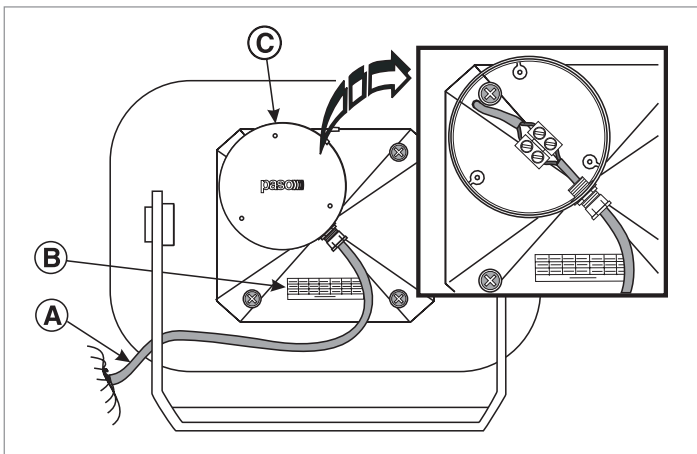

Fig. 1
- Collegare le terminazioni del cavo uscente dal diffusore [A] alla linea di distribuzione riferendosi all'apposita tabella [B] apposta sul retro della tromba (Fig. 1). Si raccomanda di tagliare o isolare opportunamente le terminazioni non utilizzate.
NOTA: è possibile utilizzare la vaschetta a tenuta stagna [C] come scatola di derivazione accorciando, in questo caso, il cavo uscente dal diffusore (Fig. 1).
- Connect the ends of the cable leading out from the loudspeaker system [A] to the distribution line, referring to the table provided for this purpose [B] on the back of the horn (see fig. 1). The cable ends which are not used should be cut off or insulated in an appropriate manner.
NOTE: It is possible to use the waterproof box [C] as a connecting block, in which case the cables leading out from the loudspeaker system should be shortened (Fig. 1).
- Raccordare le estremità del cavo arrivando al diffusore [A] à la ligne de distribution, en faisant référence à cet effet au tableau [B] présent au dos du pavillon (Fig. 1). Il est recommandé de couper et d'isoler les extrémités non utilisées.
NOTE: il est possible d'utiliser le boîtier étanche [C] comme boîtier de dérivation, en raccourcissant en ce cas le câble arrivando al diffusore (Fig. 1).
- Die Endstücke des aus der Verteilerlinie nach den Lautsprecher [A] heraustretenden Kabels anschließen und hierbei auf die entsprechende Tabelle [B] bezug nehmen, die sich auf der Rückseite des Trichters befindet (Abb. 1). Es wird empfohlen, die nicht verwendeten Endstücke ordnungsgemäß zu isolieren.
BEACHTEN: als Verteilerdose kann ein wasserdichtes Gehäuse [C] verwendet werden; hierfür muß das aus dem Lautsprecher austretende Kabel gekürzt werden (Abb. 1).
- Verbind de draaduiteinden van de uit de verdeellijn van de geluidverspreider [A] afkomstige kabel aan de hand van de speciale tabel [B] aan de achterkant van de hoorn (Afb. 1). Aanbevolen wordt de niet-gebruikte draaduiteinden af te snijden en goed te isoleren.
OPMERKING: het hermetisch afgedichte bakje [C] kan gebruikt worden als shuntdoos door in dit geval de uit de geluidverspreider afkomstige kabel korter te maken (Afb. 1).
- Conecte los terminales del cable que sale del difusor [A] a la línea de distribución siguiendo las referencias de la tabla [B] ubicada en la parte trasera del altavoz (Fig. 1). Se recomienda cortar o aislar adecuadamente los terminales no utilizados.
NOTA: la caja hermética [C] puede usarse como caja de derivación acortando el cable que sale del difusor (Fig. 1).
Abb./Afb./Fig. 1